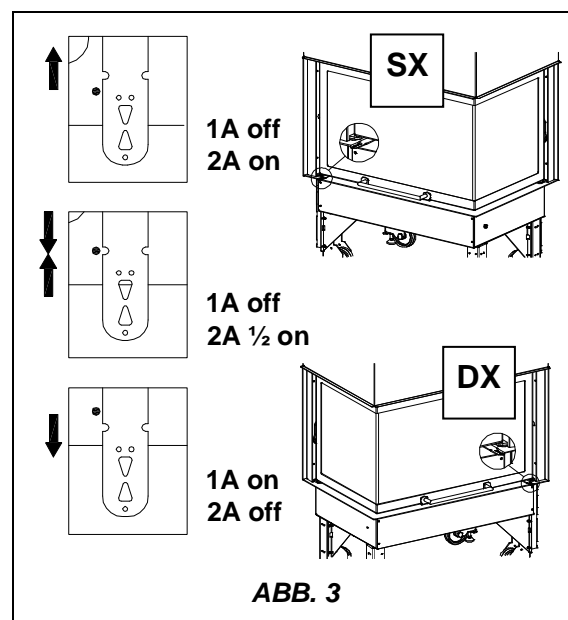

ABB. 3
- **Modell 800:** den Hebel ganz nach außen herausziehen (ABB. 3).
- **Modell 800:** mit dem Hebel nach hinten geschoben, wird der Luftdurchgang ganz **offen** (ABB. 3).